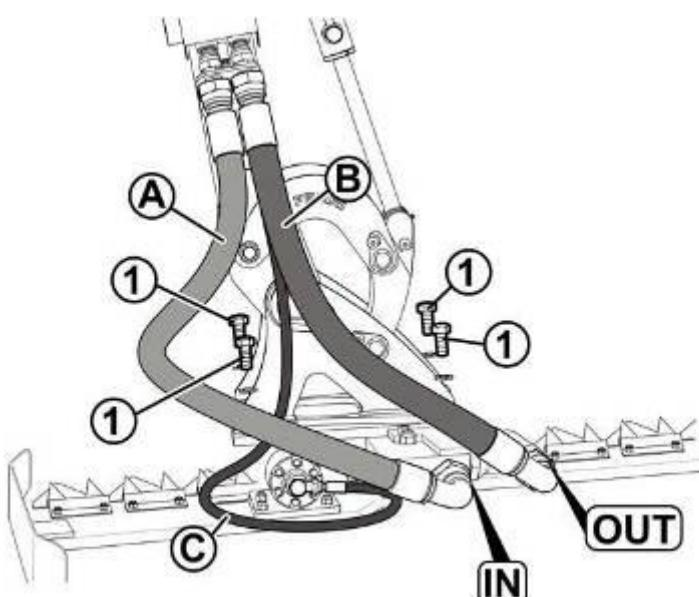

РИС. 4.14.2
Выполните следующие действия (см. РИС. 4.14.2):
- Прикрепите аппарат при помощи четырех винтов (1) M16x40 с контргайками
- Подсоедините шланг (A) к выходу 'IN', шланг (B) к выходу 'OUT' и шланг (C) дренажу как на РИС. 4.14.2.